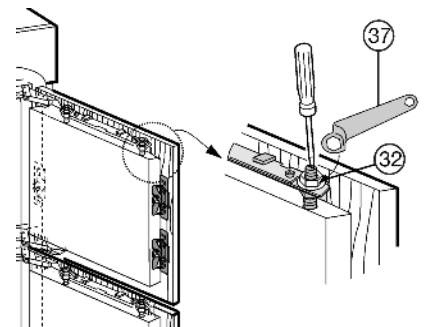

Fig. 25
- ▶ Stringere i controdadi Fig. 25 (32) con la chiave ad anello Fig. 25 (37), trattenendo il perno di regolazione Fig. 25 (33) con un cacciavite.